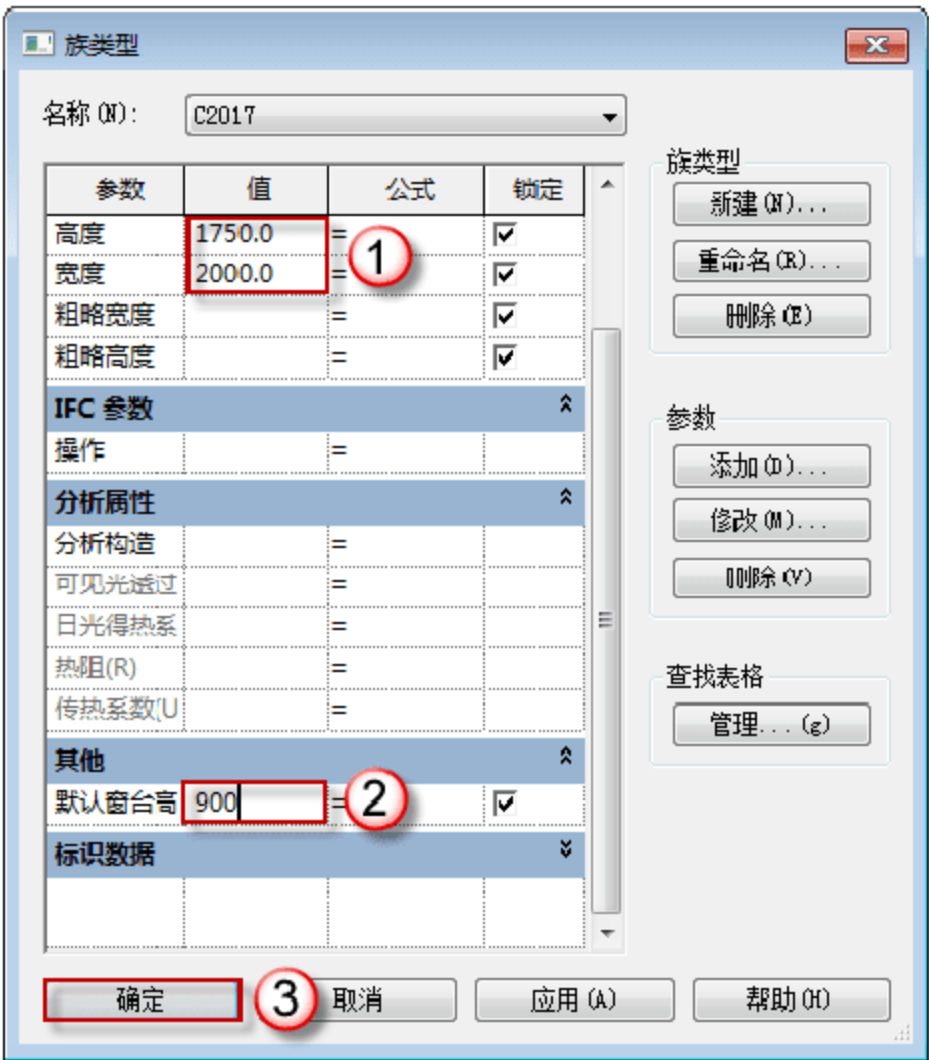

图 7.1.49 修改尺寸标注
(3) 修改窗的尺寸标注。在不关闭已经打开的“C2017”族的族类型情况下，选择屏幕操作区“尺寸标注”栏，在“高度”中输入“1750”字样，在“宽度”中输入“2000”字样，在“默认窗台高”中写入“900”字样，单击“确定”按钮，如图 7.1.49 所示。